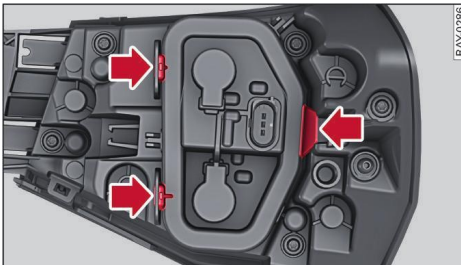

Fig. 196 Grupo óptico trasero: Lengüetas de fijación
- ▶ Presione las lengüetas de fijación en la dirección de la flecha ⇒ *fig. 196*.